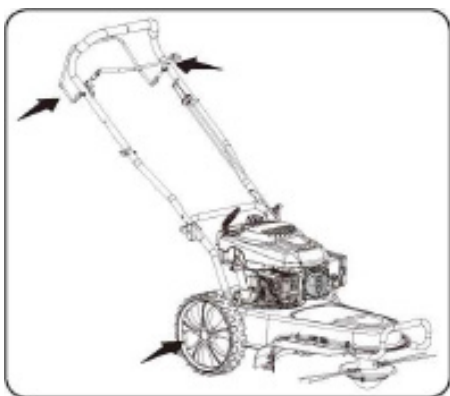

Figura 6.1
1. Lubrificare i punti di snodo della leva di comando almeno una volta a stagione con olio. La leva deve poter muoversi liberamente sia in avanti che indietro. Vedere Figura 6-1.
2. Lubrificare le ruote almeno una volta a stagione con olio lubrificante (o olio motore). Se le ruote vengono rimosse per qualsiasi motivo, lubrificare la superficie del perno dell'asse e la superficie interna della ruota con olio lubrificante. Vedere Figura 6-1.